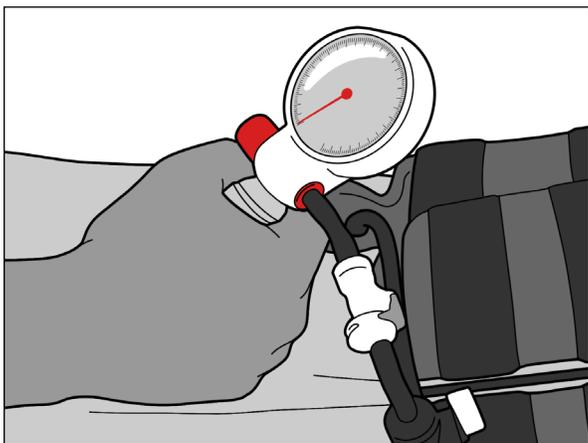

Рис. 13
6. Накачайте камеру до достижения необходимого давления, несколько раз сжав грушу (рис. 13).